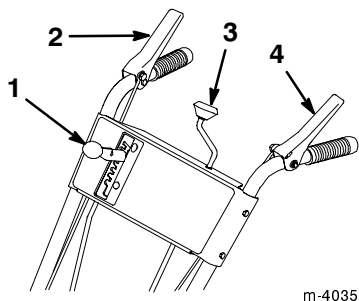

Figure 19
9. Actionnez la commande d'orientation de l'éjecteur (Fig. 19) Si elle est trop dure, appliquez une fine couche de graisse sur la vis sans fin et déplacez légèrement cette dernière vers l'extérieur.
- **Commande de tarière/roue hélice** (Fig. 19)—Pour embrayer la tarière et la roue hélice, serrez la manette contre la poignée de droite du mancheron de droite. Pour les débrayer, lâchez la manette.
- **Levier de changement de vitesse** (Fig. 19)—Cette commande offre cinq vitesses : deux vitesses de marche arrière et trois vitesses de marche avant. Pour changer de vitesse, placez le levier dans la position souhaitée. Le levier s'engage dans un cran pour chaque vitesse choisie. Le changement de vitesse peut être dur lorsque la machine doit fournir de gros efforts.
- **Commande d'orientation de l'éjecteur** (Fig.19)—Tournez la commande d'orientation dans le sens des aiguilles d'une montre pour déplacer l'éjecteur vers la droite, ou en sens contraire pour le déplacer vers la gauche.
- **Commande de traction** (Fig. 19)—Pour embrayer la traction (entraînement des roues), serrez la manette contre la poignée du mancheron de gauche. Pour arrêter la traction, lâchez la manette.
2. Vérifiez si la manette de commande de tarière/roue à hélice et la manette de commande de traction sont bien *débrayées* (Fig. 19).
9. Sélectionnez la première (Fig. 19), serrez la manette de commande de traction contre la poignée, puis relâchez-la. Si la déneigeuse se met à avancer avant que vous ayez engagé la manette de commande ou après que vous l'avez relâchée, reportez-vous à la rubrique *Réglage de l'entraînement de traction*, page 21.
4. Relâchez les manettes de commande de traction et de tarière/roue hélice (Fig. 19).